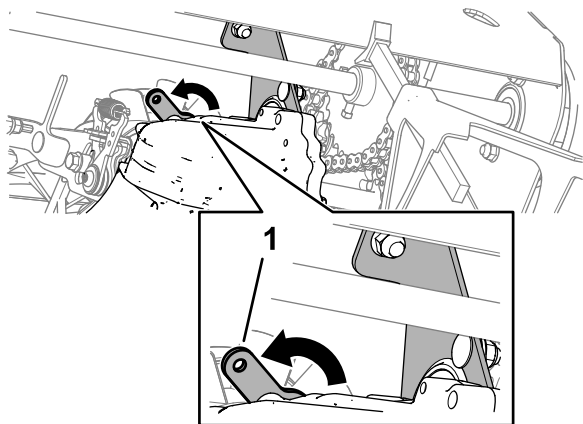

Figura 72
6. Eleve la parte delantera de la máquina, suelte la palanca de desvío del soporte del eje (Figura 72) y baje la máquina.